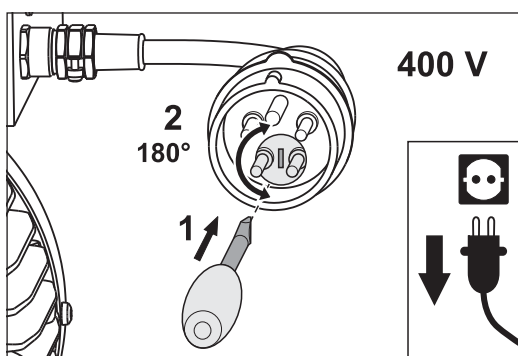

Abb. 18 Zur Änderung der Drehrichtung des Motors den Phasenwender um 180° verdrehen.
- 2 Stecken Sie einen Schraubendreher in den Schlitz des Phasenwenders im Stecker des Motorkabels (Abb. 18, 1).
Durch Druck mit dem Schraubendreher wird der Phasenwender entriegelt und muss dann gleichzeitig um 180° gedreht werden (Abb. 18, 2).
Der Phasenwender muss durch Überwindung eines geringen Widerstandes um 180° gedreht werden (Abb. 18, 2).